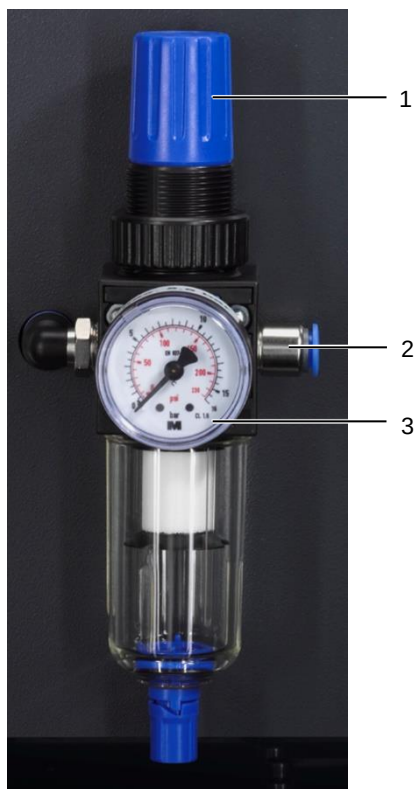

Fig. 6: Installer tilkoblinger
- Koble først trykkluftslangen til trykkluftvedlikeholdsenheten til automaten (fig. 6, pos. 2).
- Kontroller manometervisningen (fig. 6, pos. 3).
- Juster driftstrykket ved behov. Dra justeringsskruen (fig. 6, pos. 1) oppover og dreier den forsiktig: